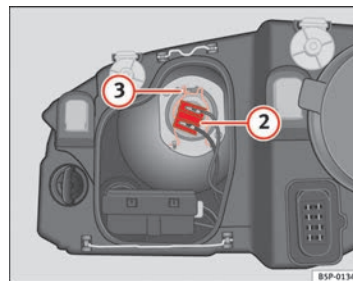

Abb. 166 Abblendlicht
- Ziehen Sie den Stecker ⇒ Seite 274, Abb. 166 ② von der Lampe ab.
- Die Haltefeder ⇒ Seite 274, Abb. 166 ③ durch Eindrücken und Rechtsdrehung abnehmen.